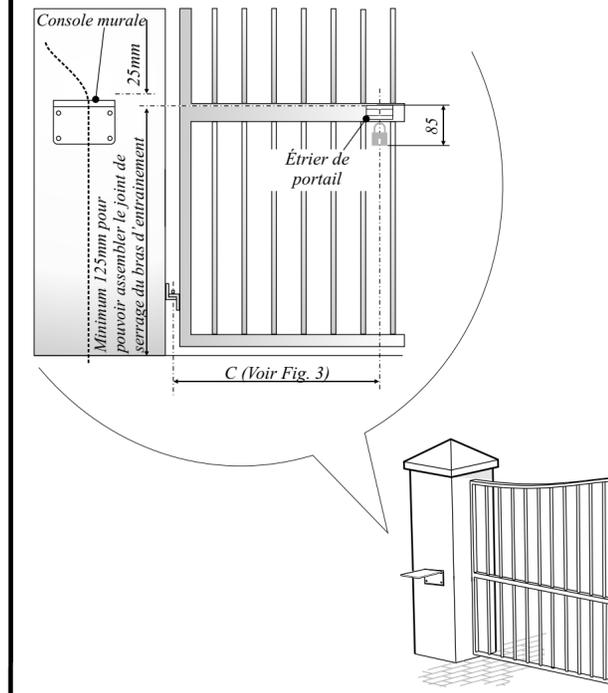

Figure 5 Hauteur de la console murale relative à l'étrier de portail
- Placez le joint en mousse sur l'adaptateur de pied ou sur la console murale comme le montre la Figure 5